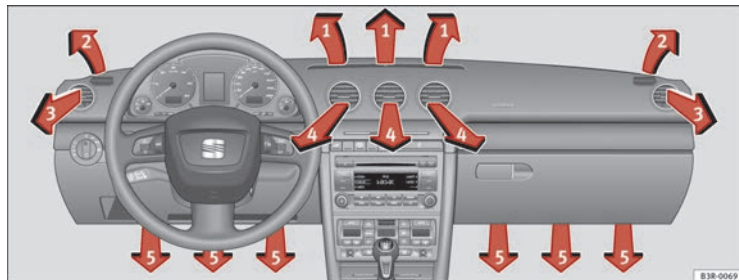

Fig. 132 Tablero de instrumentos: Disposición de los difusores de aire
Los difusores de aire ⇒ fig. 132 ③ y ④ pueden manejarse de la siguiente manera.
Las tres teclas tienen el siguiente significado. Los números hacen referencia a los difusores de aire ⇒ **fig. 132**.
Tras desconectar el encendido, el motor del ventilador funciona con la energía que le proporciona el techo solar. Para conseguir una ventilación óptima deben estar abiertos los difusores 3 y 4 ⇒ fig. 132.